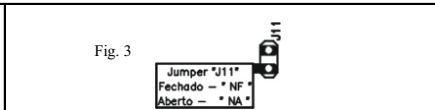

Fig. 3
A central QRM-HT7B permite escolher qual o tipo de fim de curso a ser usado no acionamento do portão, podendo ser do tipo normal aberto (NA) ou normal fechado (NF). A escolha é feita através do jumper "J11" (Fig. 3), para o qual se define:
- * Fim de curso fechado (NF): Jumper "J11" FECHADO.
- * Fim de curso aberto (NA): Jumper "J11" ABERTO.